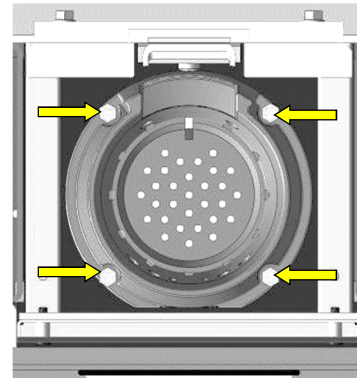

Abb. 33: Verschraubungen Brennertopf
3. Gegebenenfalls (bei hartnäckiger Verschmutzung) den Brennertopf zum Reinigen heraus-schrauben. Der Brennertopf ist mit 4 Schrauben befestigt (Abb. 33). Alle Luftlöcher des Brennertopfes z.B. mit Schraubendreher reinigen.